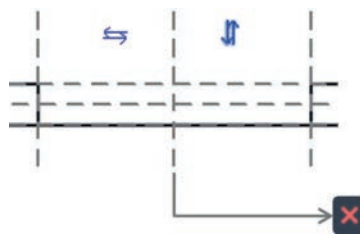

Fig. 9.33
- Sélectionnez le contrôle d'inversion verticale et supprimez-le (fig. 9.33).